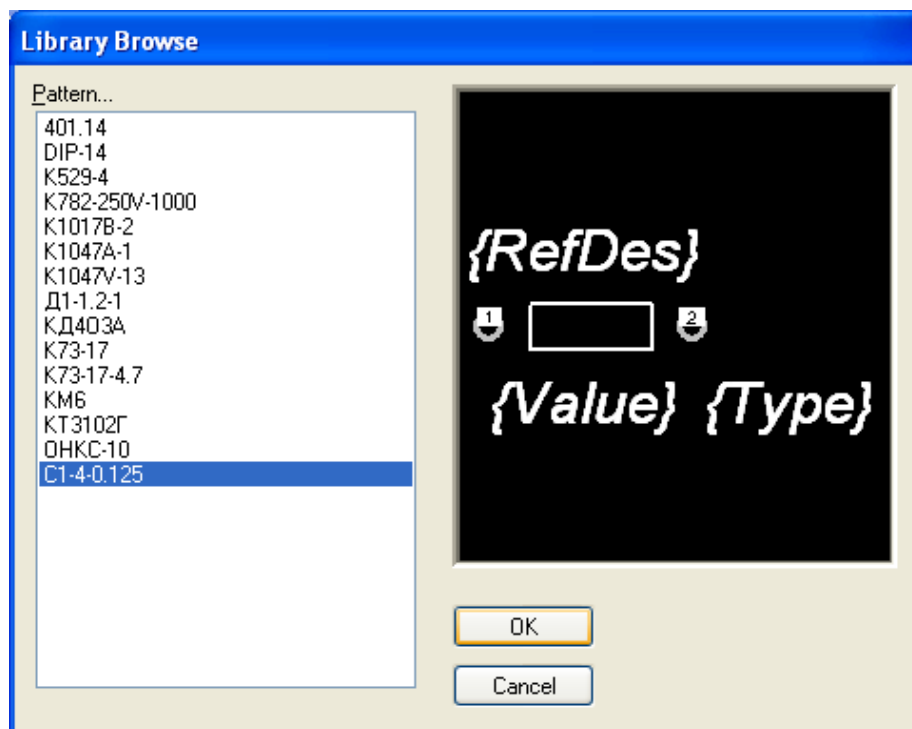

Рисунок 3.35 - Выбор ПМ резистора C1-4-0.125
- В окне **Component Information** нажать кнопку **Select Pattern** и в появившемся окне **Library Browse** выбрать посадочное место резистора **C1-4-0.125**. В списке имеющихся посадочных мест выбрать «C1-4-0.125» (рис. 3.35). Нажать кнопку **OK**.